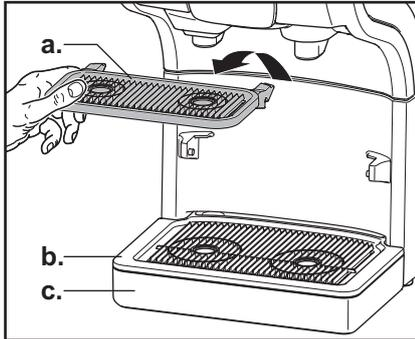

Fig. 27
2. Prelevare il portatazze (a.), la grata di sgocciolamento (b.) e la vaschetta di sgocciolamento (c.) (fig. 27).